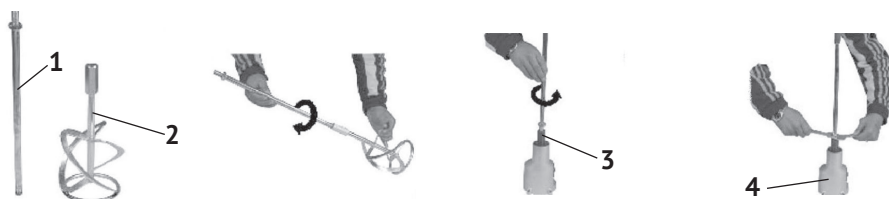

рис.2
- свинтить удлинитель (рис.2 поз.1) с насадкой (рис.2 поз.2);
- вкрутить удлинитель в шпиндель (рис.2 поз.3), используя два ключа из комплекта поставки (одним ключом удерживать шпиндель, вторым закручивать удлинитель).